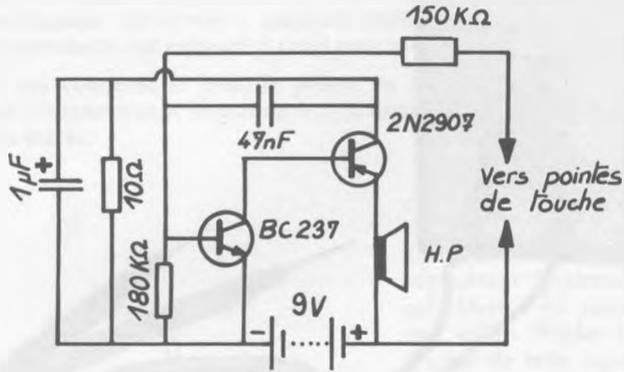

Fig. 119
- En dépannage de matériel électromagnétique (armoires à relais), l'appareil présente l'avantage par rapport au traditionnel ohmmètre de fournir l'indication de continuité sans avoir à porter le regard à l'appareil. Il permet donc un travail très rapide. Et comme il est petit et léger, dans un tel cas on peut le fixer sur l'avant-bras par un bracelet de caoutchouc ; c'est très pratique. Son schéma est représenté en figure 119.